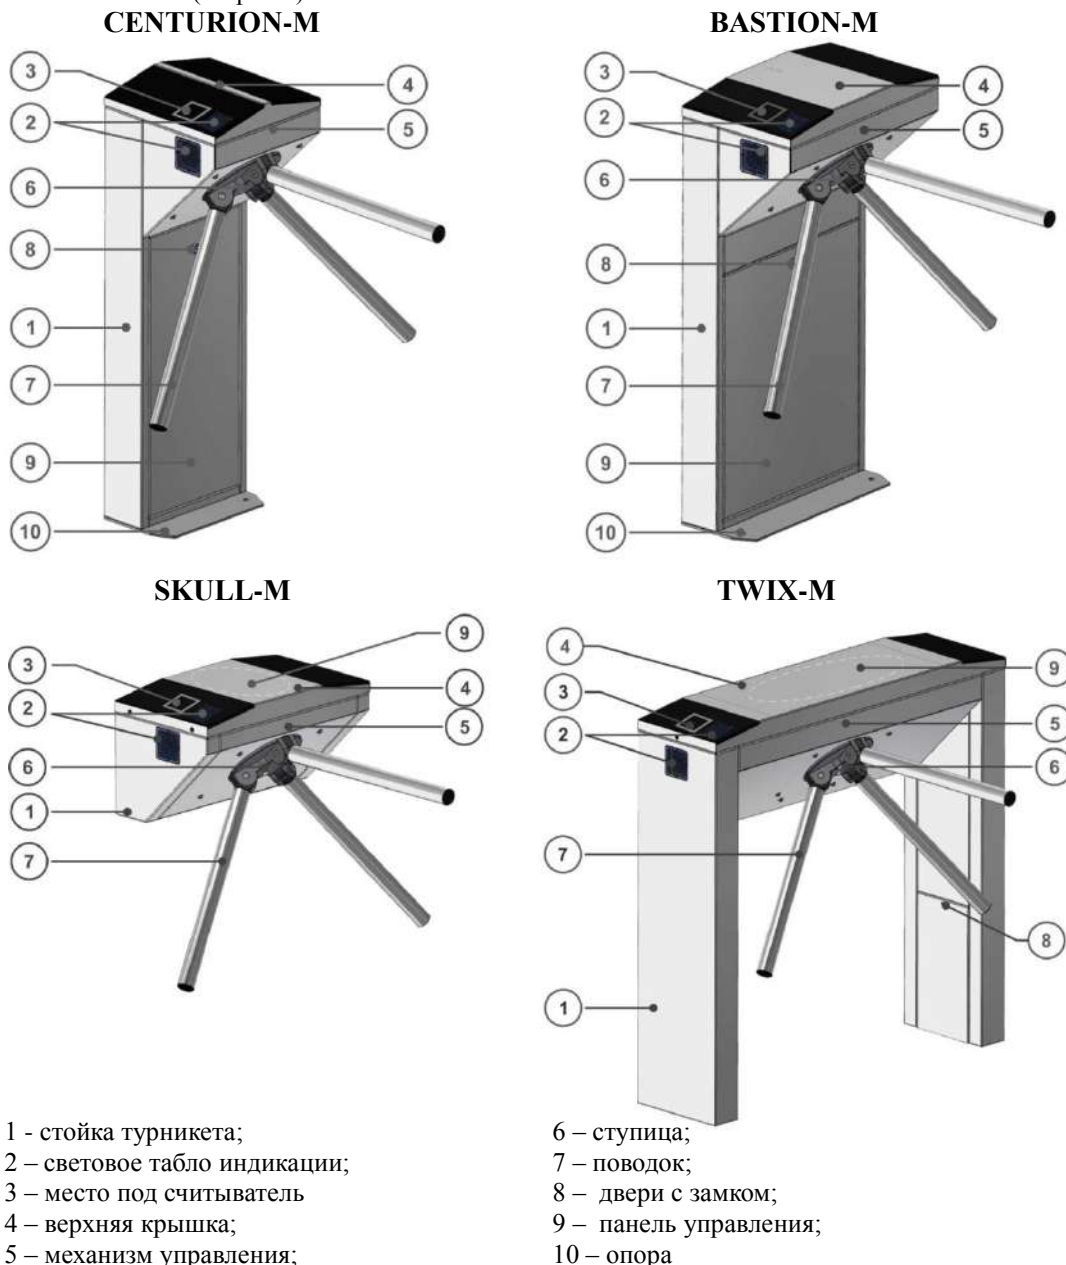
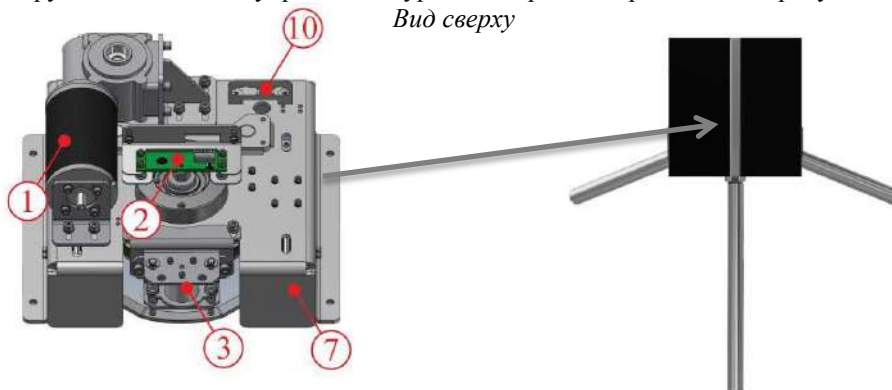

Рис. 1 – Общий вид турникета
*Рис.4* – Статус светового табло индикации на трипode
1.3.1 Конструкция турникета полуростового с сервоприводом представлена следующими основными устройствами и элементами (см.рис.1):
1.4.1.1 Корпус турникета представляет собой металлическую конструкцию, которая своей опорой **10** (см. *Рис.1*) монтируется на ровную поверхность с помощью анкеров Redibolt. Статус турникета отображают платы индикации **2**, вмонтированные в корпус изделия. Постоянно светящаяся красная индикация означает исходное состояние турникета (см. *Рис.4*): проход через турникет заблокирован в обе стороны.
1.4.1.2 В верхней части корпуса смонтирован механизм управления **5** (см. *Рис.1*). На валу механизма управления установлена ступица **6** с поводками **7**, которые прочно закреплены на ее рычаги методом опрессовки.